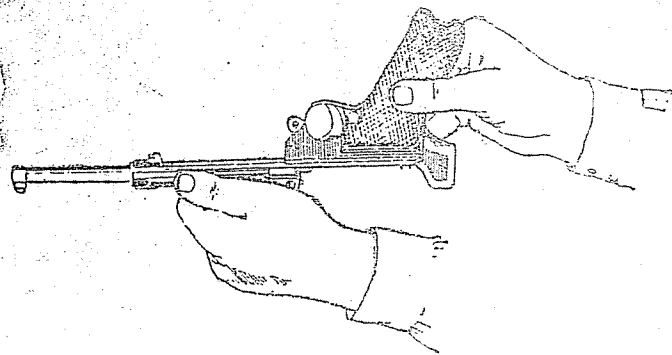

Рис. 43. Как присоединить ствольную коробку (положение первое)
6. В правой руке держать рукоятку пистолета, как показано на рис. 43, и, введя продольные выступы ствольной коробки в продольные пазы спусковой рамы, продвигать ствол со ствольной коробкой до тех пор, пока конец тяги не пройдет зуб затворной задержки.
При присоединении ствольной коробки к раме нужно откинуть тягу назад (рис. 43 и 44).